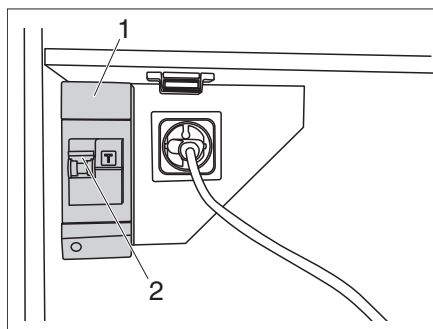

Figura 42 Fusible automático de 230 V
La conexión de 230 V debe estar asegurada con un fusible automático de dos polos (Figura 42,1).
- ▷ El interruptor FI (Figura 42,2) para 230 V debe dispararse una vez al año para evitar el «bloqueo» del mecanismo y que se prolongue el tiempo de disparo.